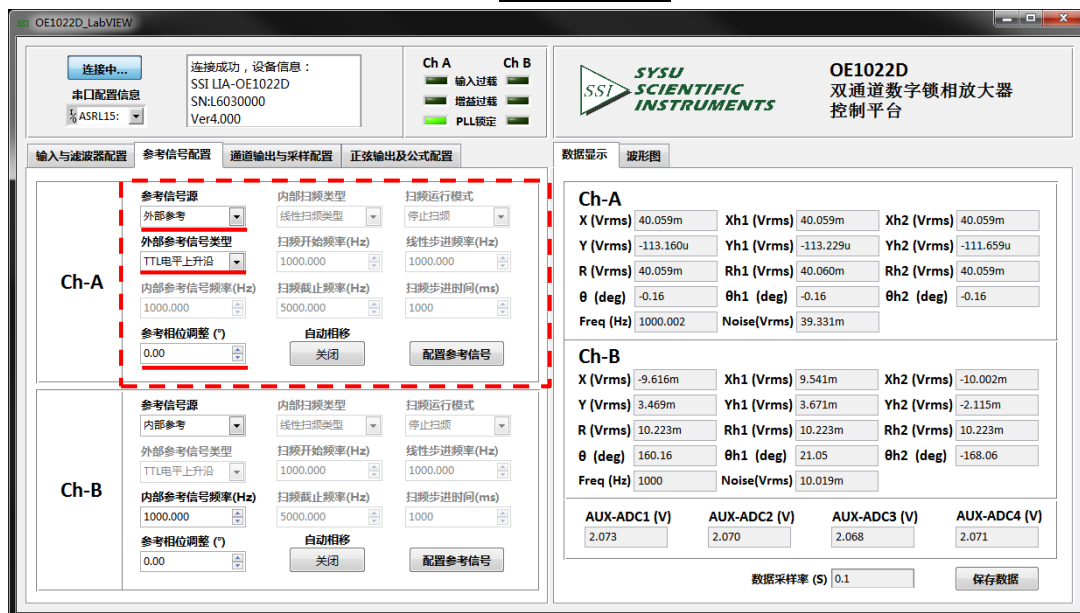

图75. 参考信号配置图
②根据表 14，在参考信号配置区域选择参考信号源类型、外部参考和参考相位值，其它选项默认，如下图 75 所示，最后需要点击“配置参考信号”，以完成配置：